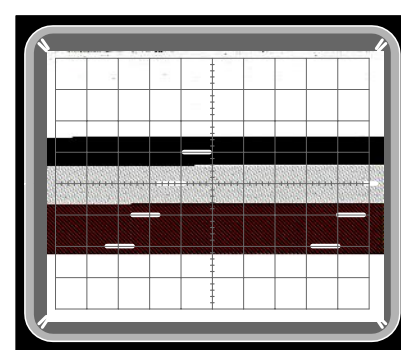
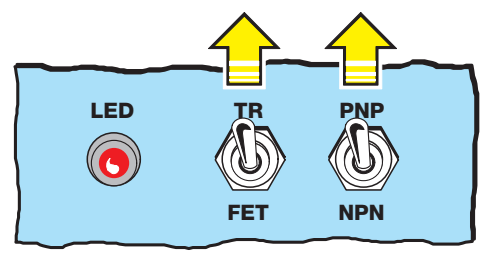
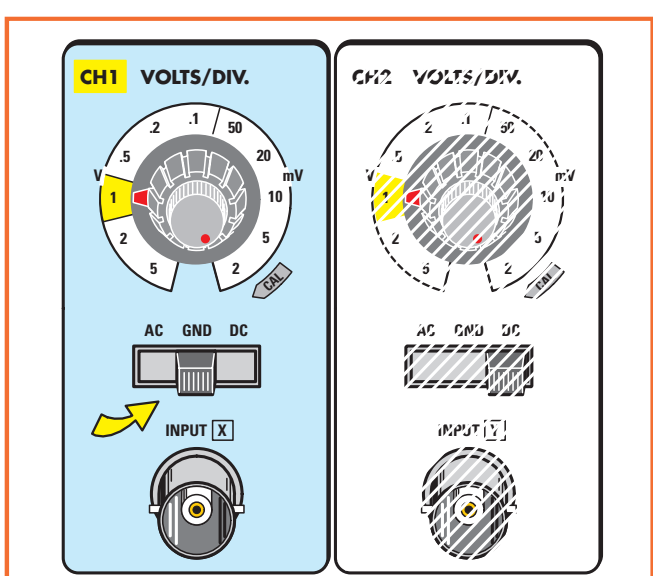

Figure 22: Le curseur de R21 est à régler de manière à obtenir à l'écran 7 marches distantes d'un carreau exactement.
Figure 23: Pendant le réglage, l'inverseur TR/FET est mis sur TR, alors que l'autre inverseur PNP/NPN l'est sur PNP.
Figure 24: Après avoir mis le sélecteur d'entrée sur GND, placez le commutateur V/div. du CH1 sur la portée 1 V.
Ce trimmer sert à faire varier l'amplitude de la rampe en escalier de façon à obtenir sur TP1 un signal de 1 V d'amplitude, ce qui correspond à 7 carreaux, comme le montre la figure 22. Avant d'effectuer ce réglage, mettez l'interrupteur S5 M/A sur ON (LD1 s'allume), placez l'inverseur S3 FET/TR en position TR et l'interrupteur S4 PNP/NPN sur PNP, comme le montre la figure 23.
- Mettez le sélecteur d'entrée du CH1 (canal 1), sur lequel on lit AC-GND-DC, en position GND (figure 24).
- Mettez le commutateur VOLTS/DIV. de CH1 sur la portée 1 V/div., comme le montre la figure 24, puis contrôlez que le petit bouton CAL (calibration variable) est bien en position de calibration, en vous référant au manuel de l'oscilloscope. Sinon vous risquez, lors du réglage, une erreur de mesure.
- Tournez le curseur de R11 jusqu'à ce que l'amplitude et, par conséquent, la distance entre le premier et le dernier trait, soit égale à 7 carreaux, comme le montre la figure 22. Comme le sélecteur VOLTS/DIV. de CH1 est sur 1 V par carreau, comme le montre la figure 24, on comprend
Figure 25: Pour obtenir à l'écran une rampe en marches d'escaliers complète, comme le montre la figure 22, mettez le commutateur de base de temps "TIME/DIV." sur 5 ms, comme le montre la figure.